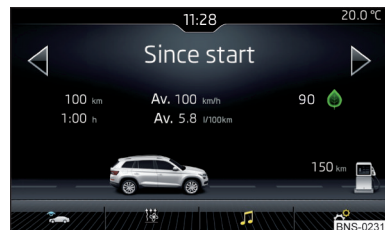

Fig. 249
► Pulsar la tecla/el campo de sensor **CAR** / **MENU** → , se visualiza el menú principal con las siguientes superficies funcionales » fig. 249.